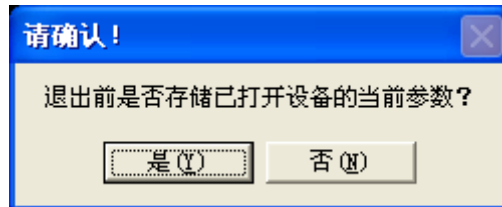

图 15
- 调整好采集卡的参数后，当您正常关闭 OK Demo 时，会弹出对话框询问您是否保存采集卡的当前参数，如图 15 所示：选择“是”可以将采集卡的参数保存到本地计算机，下次再打时会按照本地计算机存储的参数对采集卡进行设置；选择“否”当前参数将不会被保存。